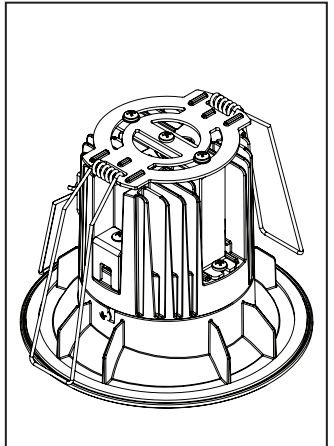

Figure 17
- Loosen the two top screws to allow the mounting springs to be rotated freely. (Figure 17)
4. Desserrez les deux vis supérieures pour permettre aux ressorts de montage de tourner librement. (Figure 17)